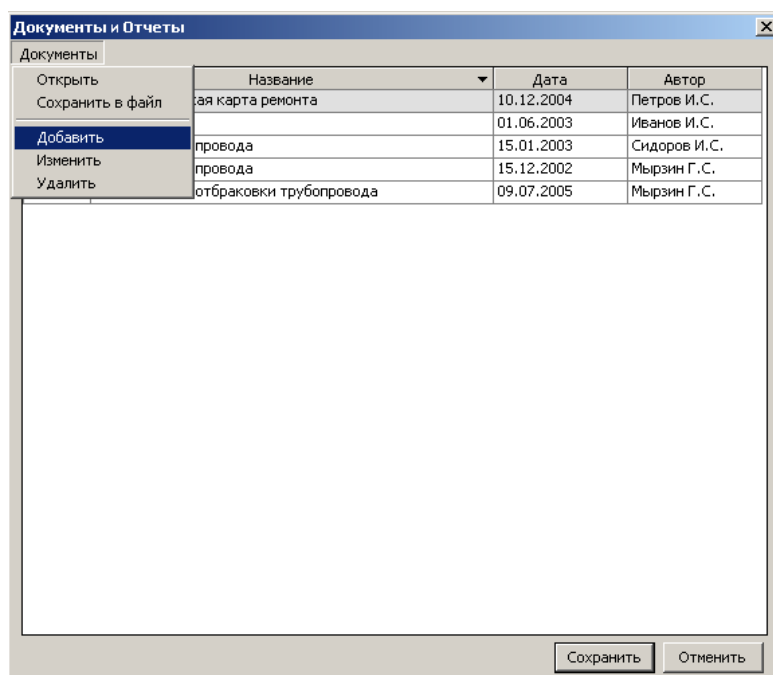

Рис. 3.10.2. Меню для работы с документами
Операции с документами выполняются с помощью меню «Документы» и кнопок: «Сохранить» и «Отменить» (рис. 3.10.2).
4. Выбрать в меню «Документы» - «Открыть» (рис. 3.10.2).
3. Выбрать в меню «Документы» - «Добавить» (рис. 3.10.2).